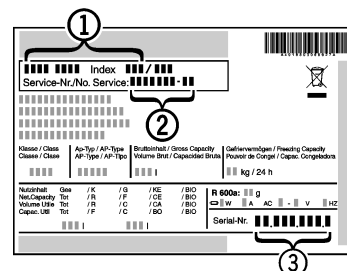

Fig. 13
- ▶ Designação da unidade *Fig. 13 (1)*, Serviço-Nº. *Fig. 13 (2)* e Nº de série. *Fig. 13 (3)* ler da placa de nome. A placa de nome se encontra no lado interno esquerdo da unidade.
- ▶ Comunicar o Serviço de Atendimento a Clientes e a falha, designação da unidade *Fig. 13 (1)*, Serviço-Nº. *Fig. 13 (2)* e Nº de série. *Fig. 13 (3)* comunicar.